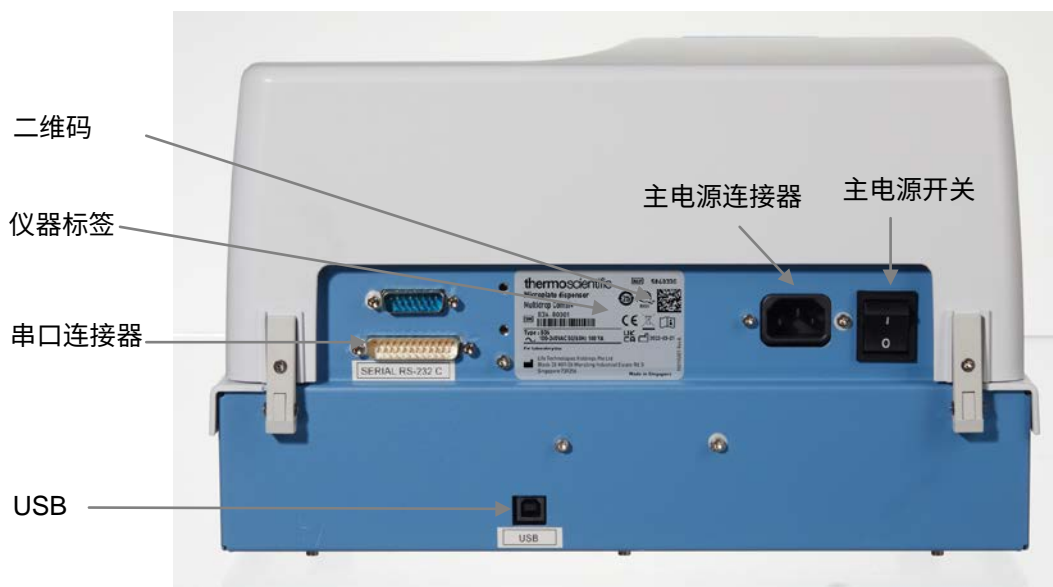

图 2-4. 仪器后视图
后视图 仪器后视图参见 图 2-4。
- 始终确保实验室内的本地供电电压和仪器背面铭牌上的参数规格相符 (图 2-4)。
警告 确保背部面板左侧的主电源开关 (图 2-4) 处于 OFF 位置。同时确保主电源馈电线已断开。
1. 连接主电源线，并使用主电源开关启动仪器(图 2-4)。